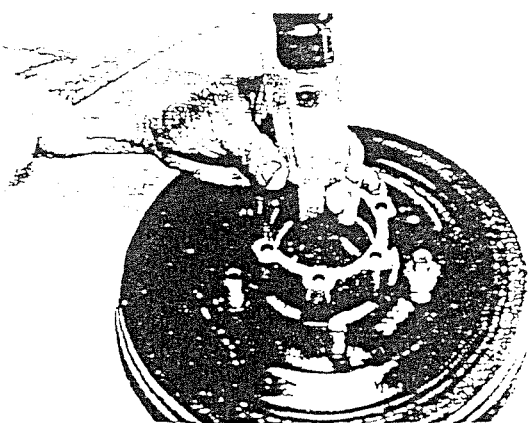
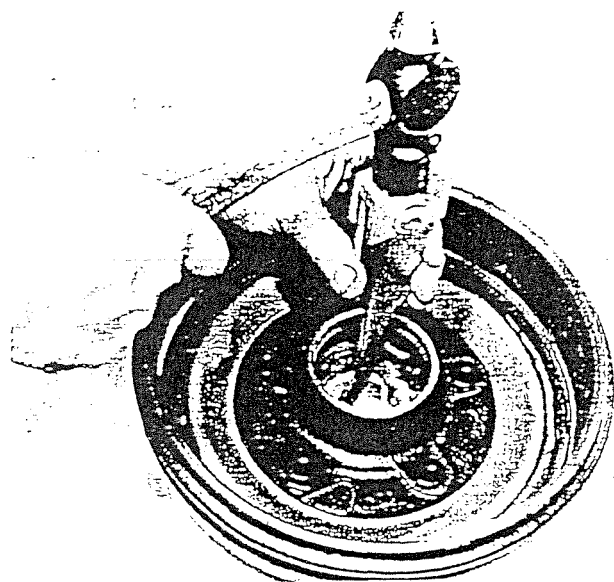

Fig. 9
Fig. 10
- Montar o protector e o retentor em borracha ligeiramente oleados (fig.9). Introduzir a manga deslizante nas estrias do tópo tendo em atenção o alinhamento das setas de referência. Encravar o protector no canhão da forquilha utilizando uma secção do tubo rasgado (fig.10).